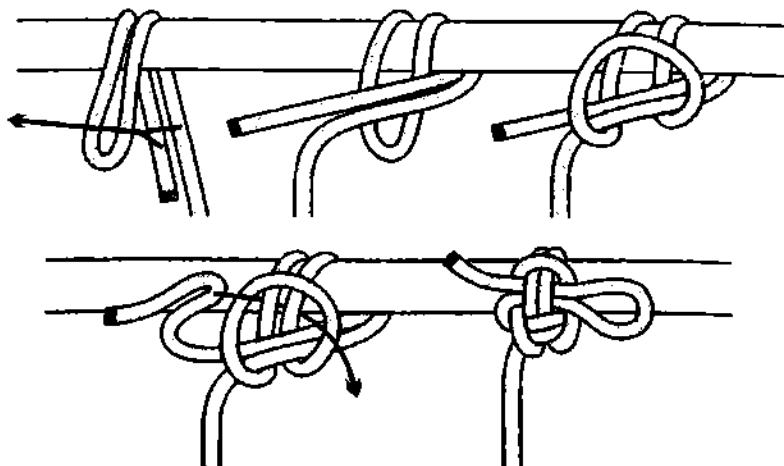

Рис. 565. Высотный узел.
**Высотный узел** стабильный, надёжный и безопасный (рис. 565). Всю нагрузку берут на себя оба шлага, которыми обнесена опора и до ходового конца она уже не доходит. Перед использованием узел необходимо хорошо расправить и затянуть.